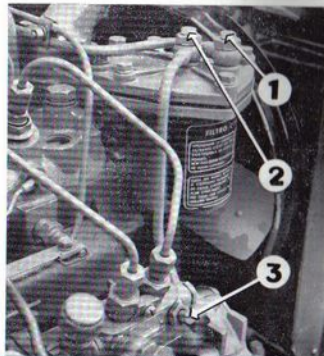
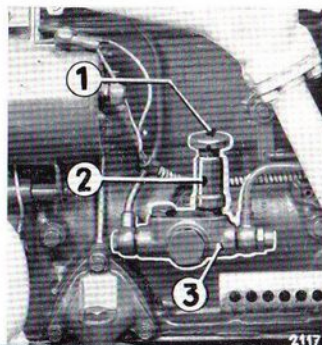

FIG. 10. — Purge d'air du filtre à combustible et de la pompe d'injection.
FIG. 11. — Pompe d'alimentation en combustible.
- a) Dévisser d'un tour la vis de purge d'air placée sur le raccord d'arrivée du gas-oil au filtre à combustible (1 fig. 10). Dévisser le chapeau de la pompe d'amorçage à main (1 fig. 11).
Recommencer l'opération pour la vis de purge du raccord de sortie du filtre à combustible (2 fig. 10).
b) Dévisser d'un tour la vis de purge située sur la pompe d'injection (3 fig. 10) et actionner à nouveau le piston de la pompe à main. Dès que le combustible sortira sans bulles d'air, rebloquer la vis et après quelques coups supplémentaires de pompe, revisser à fond le chapeau de cette dernière afin d'éviter des entrées d'air sur la périphérie du piston qui n'offre qu'une sécurité relative au point de vue étanchéité.